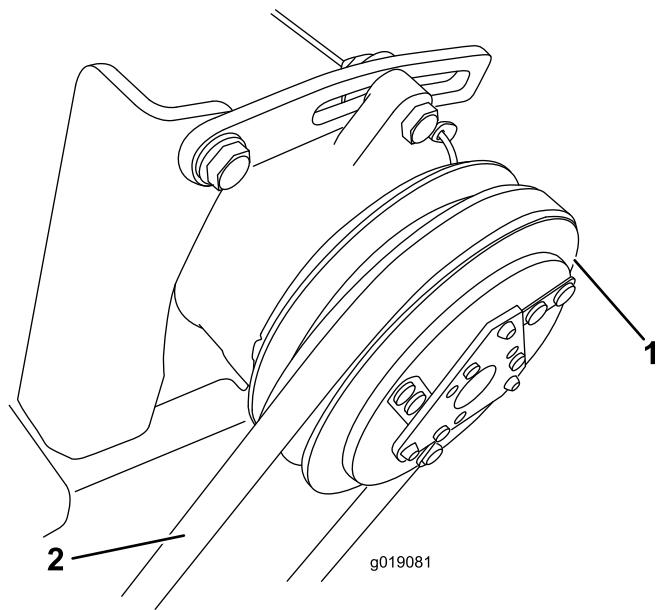

Figure 37
2. Contrôlez la tension de la courroie en exerçant une force de 40 N sur la courroie (Figure 37), à mi-chemin entre la poulie du moteur et la poulie du compresseur.